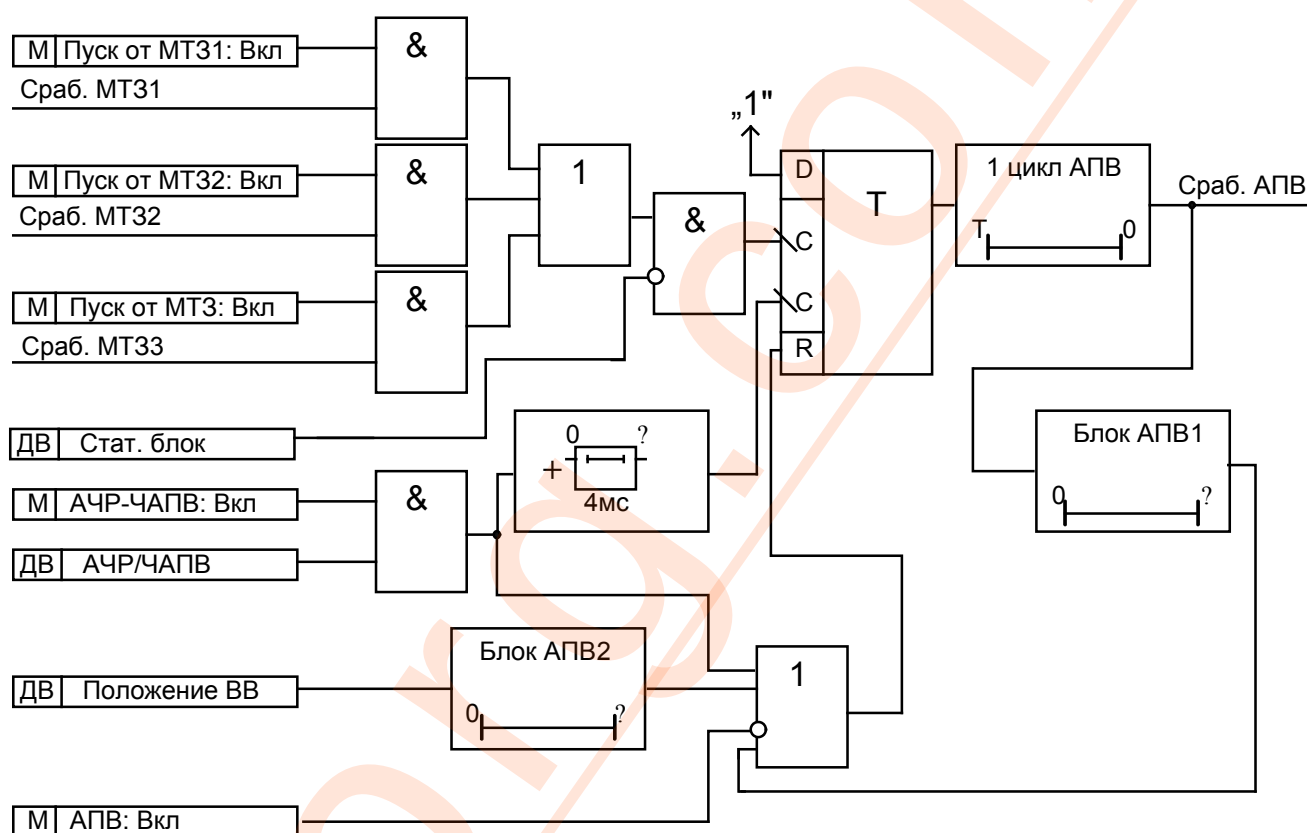

Рис. 16 Функциональная схема блока АПВ
2.5.6 Функциональная схема блока АПВ приведена на рис.16. Ввод и вывод пуска АПВ от отдельных ступеней МТЗ предусмотрен программно.